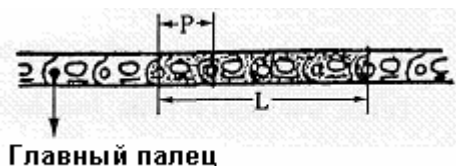

Рис. 5-32
3) Проверить длину шага звена (Рис. 5-32)
Вставить между звеном и цепным колесом деревянный брусок, чтобы закрепить натяжение гусеничной цепи, как показано на рисунке. Измерить длину шага четырех звеньев в длинной части на расстоянии двух звеньев от главного пальца, $\frac{1}{4}$ полученной величины – это длина одного звена (см. Рис. 5-32).